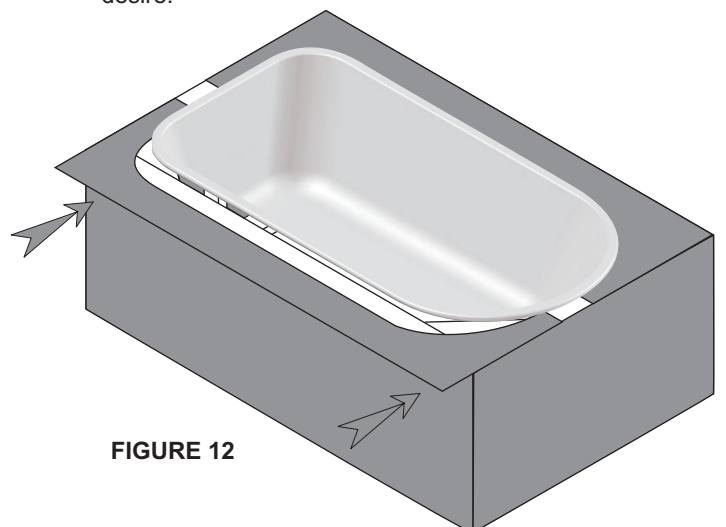

FIGURE 12
- En la faisant glisser, faire entrer l'autre moitié du panneau sous le rebord de la baignoire comme illustré par la figure 12.